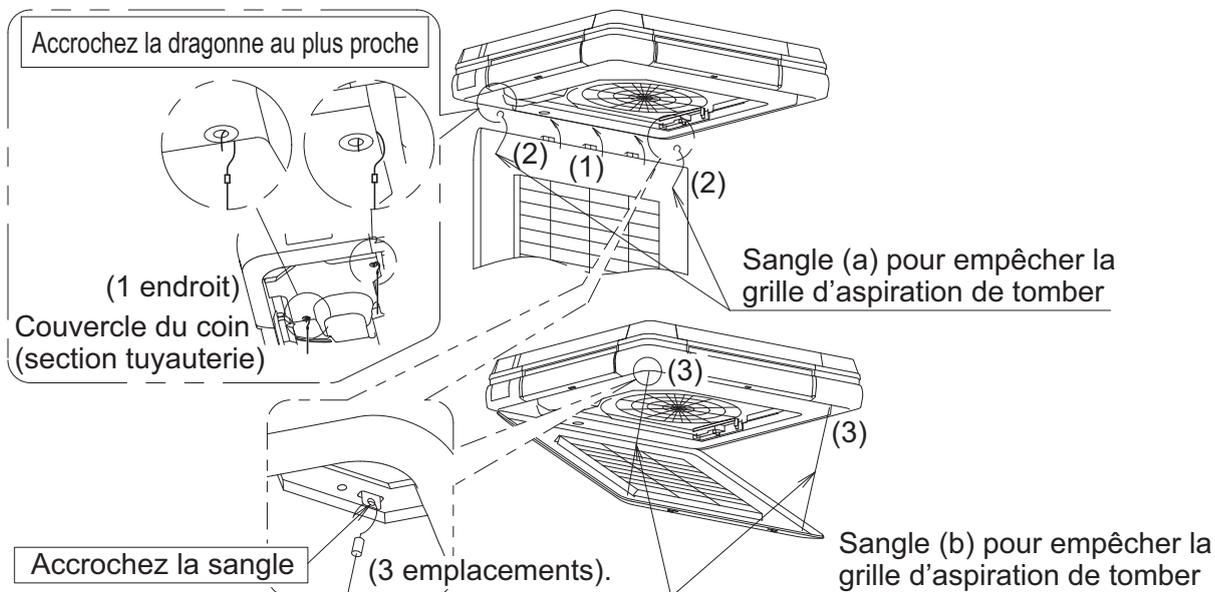

Fig. 49
- Après avoir fixé la grille d'aspiration dans l'ordre opposé figurant dans la clause "4. PRÉPARATIFS AVANT L'INSTALLATION - (3)" (**Reportez-vous à la Fig. 49-(1)**), accrochez la sangle (a) pour empêcher la grille d'aspiration de tomber (**Reportez-vous à la Fig. 49-(2)**).
- Accrochez la sangle (b) pour empêcher la grille d'aspiration de tomber. **(Reportez-vous à la Fig. 49-(3))**